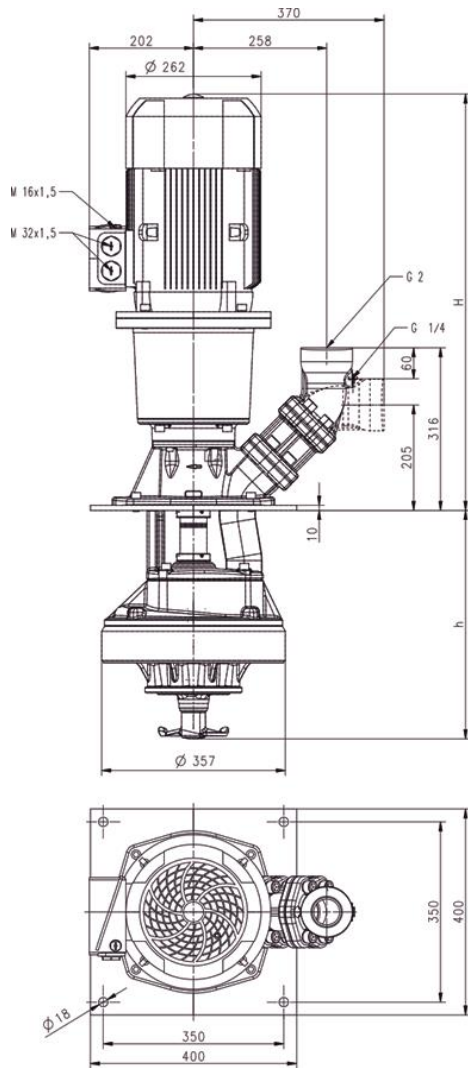

Abbildung 1
1) Abmessungen gemäß Abbildung 1.